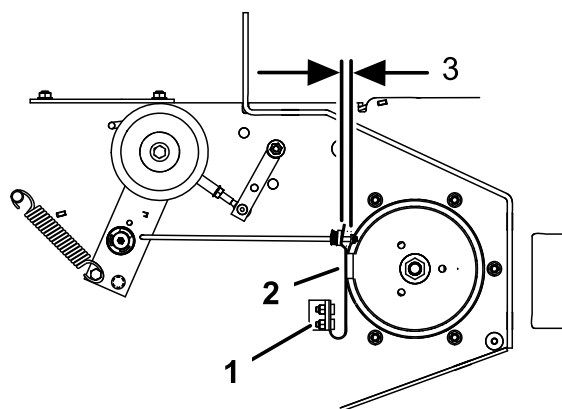

Figure 59
3. Le cas échéant, ajustez les boulons de fixation de ressort de sorte que la plaquette de frein de lame frotte contre les deux côtés de la gorge de la poulie (Figure 59).
4. Ajustez l'écrou à l'extrémité de la tige de frein jusqu'à ce que l'écrou et l'entretoise soient espacés de 3 à 5 mm (1/8 à 3/16") (Figure 59).